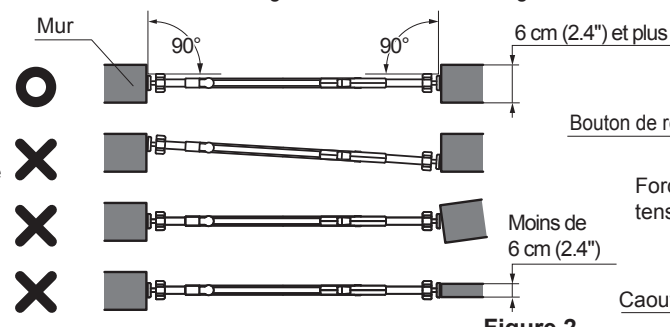
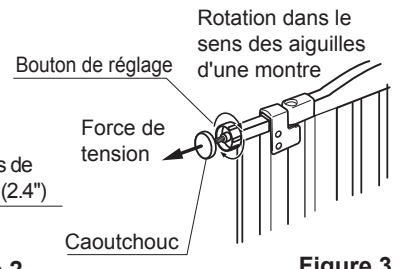

Figure 2
Figure 3
- Si le produit a été installé correctement, le haut de la porte (en regardant en bas par dessus le haut) va être aligné avec chaque coin, faisant un angle de 90° comme sur la figure 2.
- 1 Déterminez la direction voulue pour l'ouverture de porte. Placez le produit contre le mur perpendiculairement comme c'est montré en Figure 2. Serrez le bouton de réglage du haut jusqu'à ce que son caoutchouc touche la surface murale comme c'est montré en Figure 3.